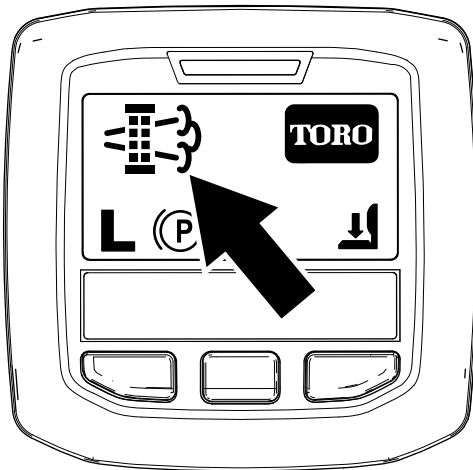

Figura 50
- Quando o computador do motor pede uma regeneração em estacionamento ou uma regeneração de recuperação, o ícone de pedido de regeneração (Figura 50) surge no InfoCenter.